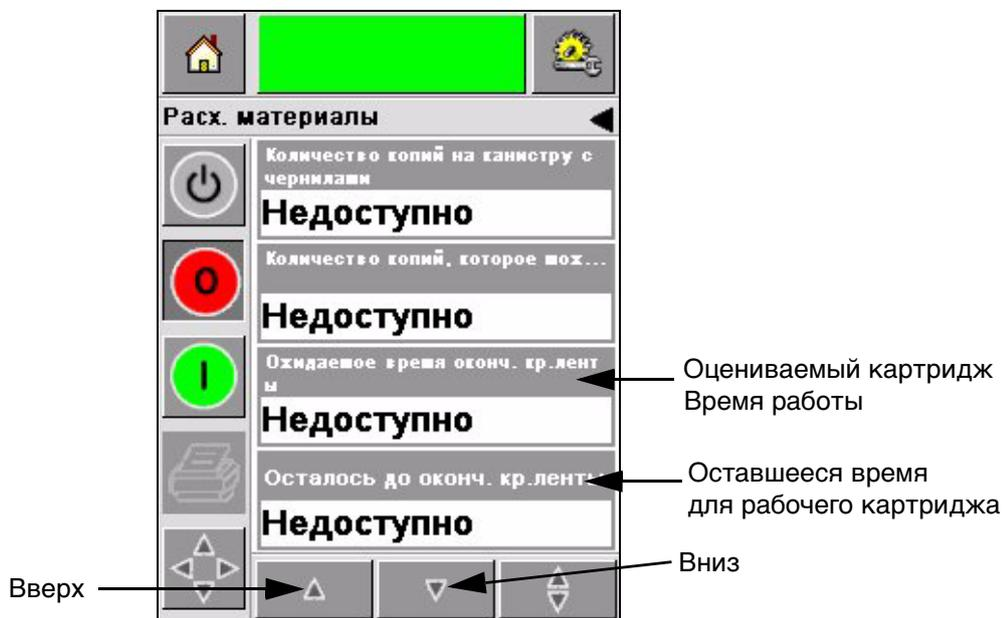

Рисунок 4-16: Оставшееся время
- Используйте кнопки *Up* и *Down* чтобы увидеть *Расчетное время (Estimated Empty Time)* и *Расчетное оставшееся время (Estimated Time Remaining)* для рабочего чернильного картриджа (Рисунок 4-16).